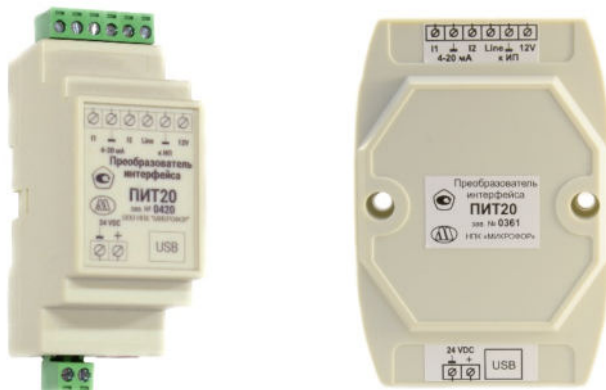

Рис.1. Внешний вид различных конструктивных исполнений ПИТ20 (исполнение А – слева, Б – справа).
3.1. ПИТ20 выполняется в двух конструктивных исполнениях (А и Б), отличающимися типом стандартного корпуса (рис.1). Оба исполнения предназначены для монтажа на DIN-рейку.